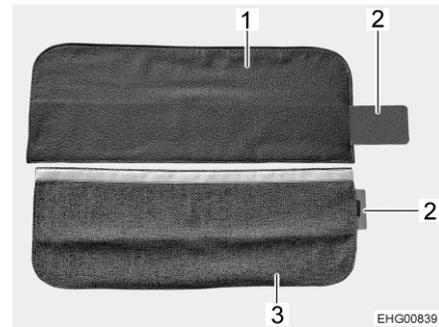

Fig. 62 Protection des ceintures de sécurité
La protection des ceintures de sécurité peut être en cuir (Fig. 62,1) ou en étoffe (Fig. 62,3).
- Introduire entièrement le renfort métallique (Fig. 62,2) dans la poche de la protection des ceintures de sécurité (Fig. 62,1 ou Fig. 62,3).